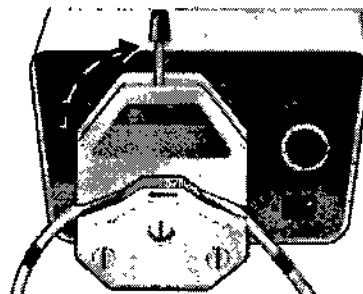
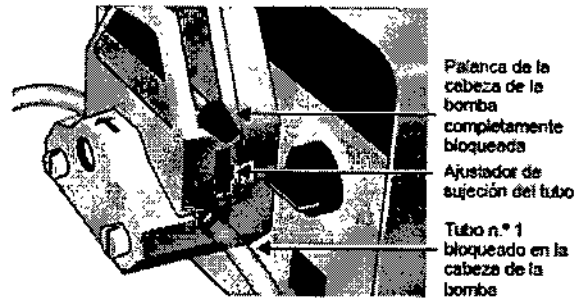
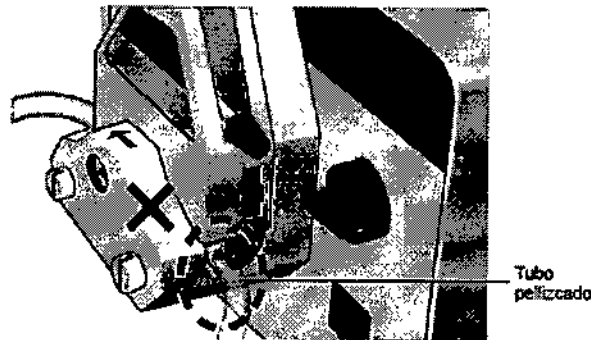

Fig 13. Bloqueo de la palanca de la cabeza de la bomba
Fig 14. Palanca de la cabeza de la bomba en la posición de bloqueo completo
Fig 15. Ejemplo de posición incorrecta con el tubo pellizcado
12. Mueva la palanca de la cabeza de la bomba *en el sentido de las agujas del reloj* hasta la posición de bloqueo completo (Fig. 13 y Fig. 14).
Una vez haya finalizado, asegúrese de que el tubo esté firmemente sujeto (Fig. 14), pero no pellizcado ni alineado incorrectamente (tal y como muestra el ejemplo de la Fig. 15).
IMPORTANTE: Las sujeciones de los tubos no suelen necesitar reajustes al cambiar el tubo, por lo que no es necesario mover los reguladores de sujeción de los tubos hacia *arriba* o hacia *abajo*. Los reguladores deberían permanecer en su sitio, a medio camino desde la parte superior (Fig. 14).
6. Levante la palanca de la bomba (vea la Fig. 14) y retire el Tubo del calentador n.º 1 del calentador de la bomba.